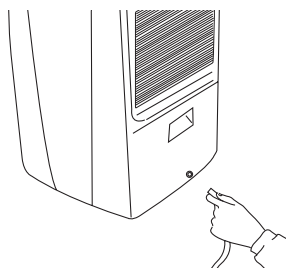

fig. 3
3. Fixez le tuyau sur le raccord. Veillez à ce que le tuyau ne soit ni étranglé ni plié (voir figure 3).